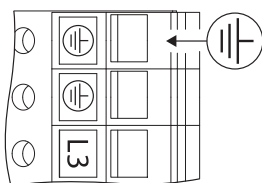

Fig. 27: Împământare suplimentară
- Din cauza curentului de scurgere apărut la motoare începând cu 11 kW, trebuie montată o împământare suplimentară conform EN 50178 (vezi fig. 27).